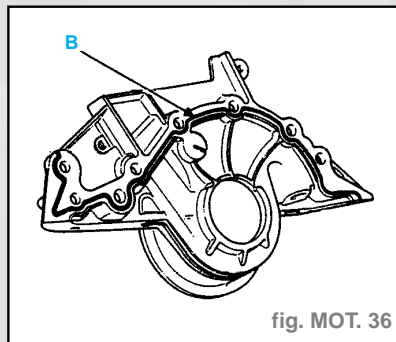

fig. MOT. 36
- le couvercle de nez de vilebrequin, l'étanchéité étant réalisée grâce à de la **Loctite 518**, le cordon (B) doit avoir une largeur de **0,6 à 1 mm** (fig. MOT. 36),